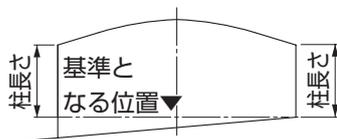

図2-2
- 柱は基準となる位置から同じ高さとしてください。高さが違う場合は、ワイド棟木部に水がたまり、漏水するおそれがあります。(図2-2参照)